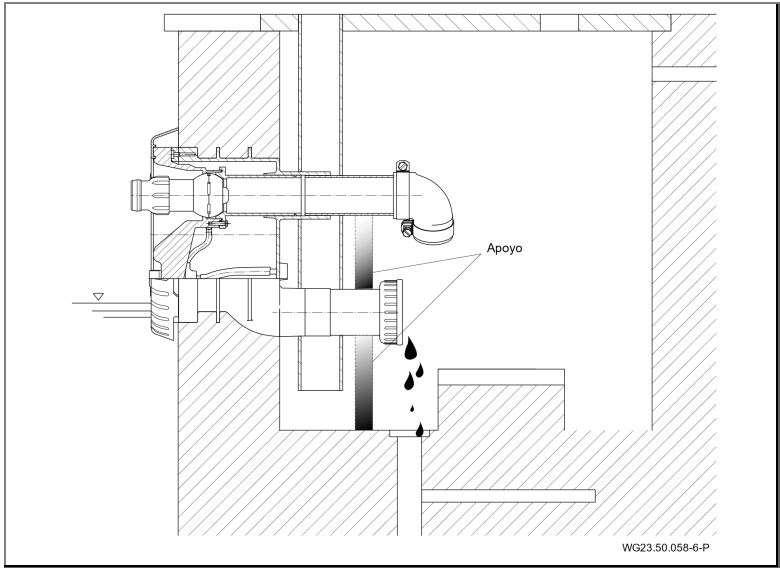

Fig. 22
- 3. Descargar la tubería de aspiración e impulsión por medio de apoyos. Ver "Fig. 22", página 41.